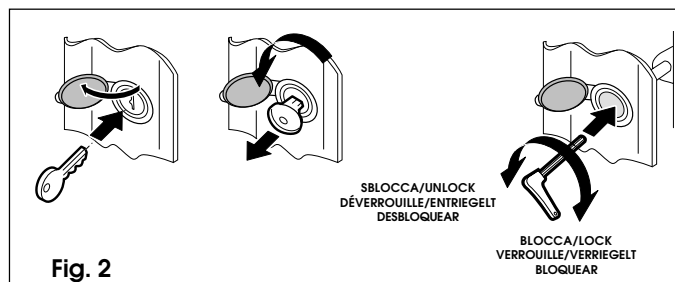

Fig. 2
- De l'extérieur (Fig. 2)
- De l'intérieur (Fig. 2)